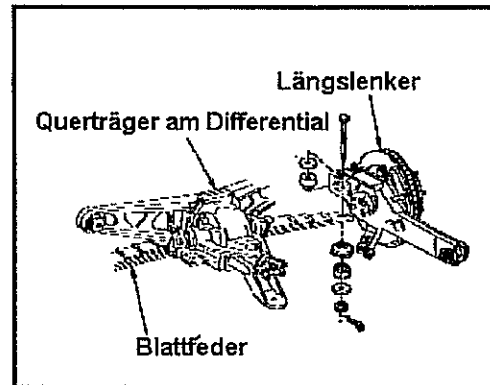

Abb. 7-69 Einbaulage der Querblattfeder
- Die Befestigungsplatte der Querblattfeder in der Mitte der Feder wie in Abb. 7-69 gezeigt entfernen. Hierzu die vier Schrauben und Beilagscheiben entfernen.